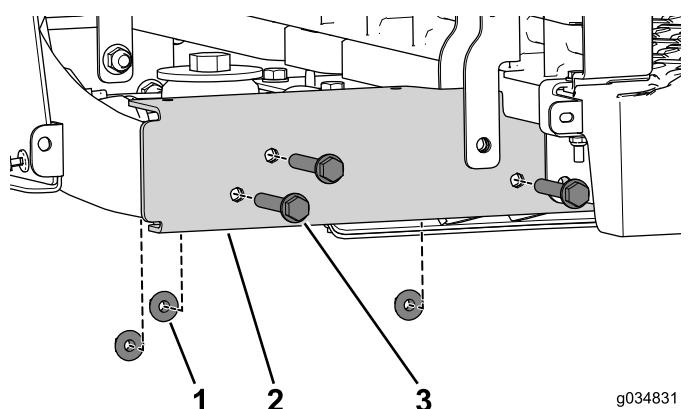

図17
4. フランジボルト $3/8 \times 2\text{-}1/2$ インチ3本とナットを外す図17。車体の反対側でも同じ作業を行う。